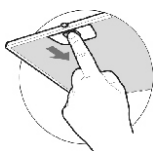

рис. 4
- снимите алюминиевый фильтр (рис. 4);
8.3 Для очистки алюминиевого фильтра извлеките его из вытяжки (рис.4). Произведите очистку фильтра с помощью щетки горячим водным раствором нейтрального моющего средства вручную или в посудомоечной машине (при 60°C). Сильно загрязненный фильтр не следует мыть в посудомоечной машине вместе с посудой. Старайтесь не сгибать фильтр при мойке.
- перед установкой вытяжки снимите алюминиевый фильтр, для этого нажмите на пружинный замок на фильтре и потяните фильтр вниз и на себя (рис. 4);